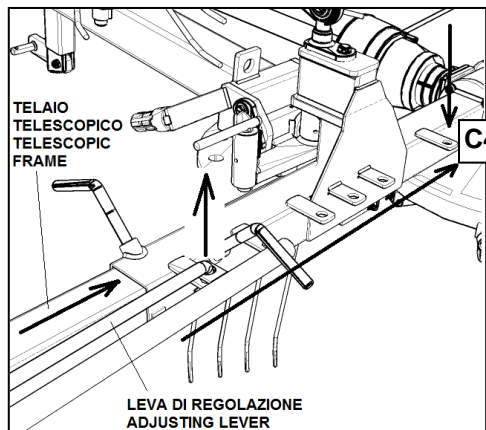

fig.2E
4. **Fig.2E** - Il giroandatore completamente chiuso, con la leva di regolazione inserita nella piastrina **C4**.
4. **Fig.2E** - The equipment completely closed, with the adjusting lever inserted in the plate **C4**.